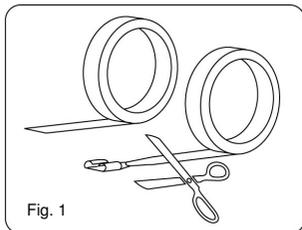

Fig. 1
- Togliere i fast-on delle antenne (**seconda antenna opzionale**) (fig. 1)